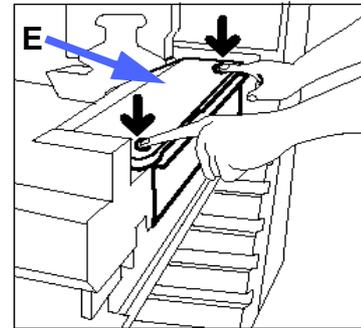

Fig. 44: Sblocco del rullo di pulitura
- 4 Premere i pulsanti di rilascio anteriore e posteriore nella parte superiore del fusore, come illustrato in Fig. 44, per sbloccare il rullo di pulitura (area E). Il rullo si apre sulla destra del modulo del percorso carta.